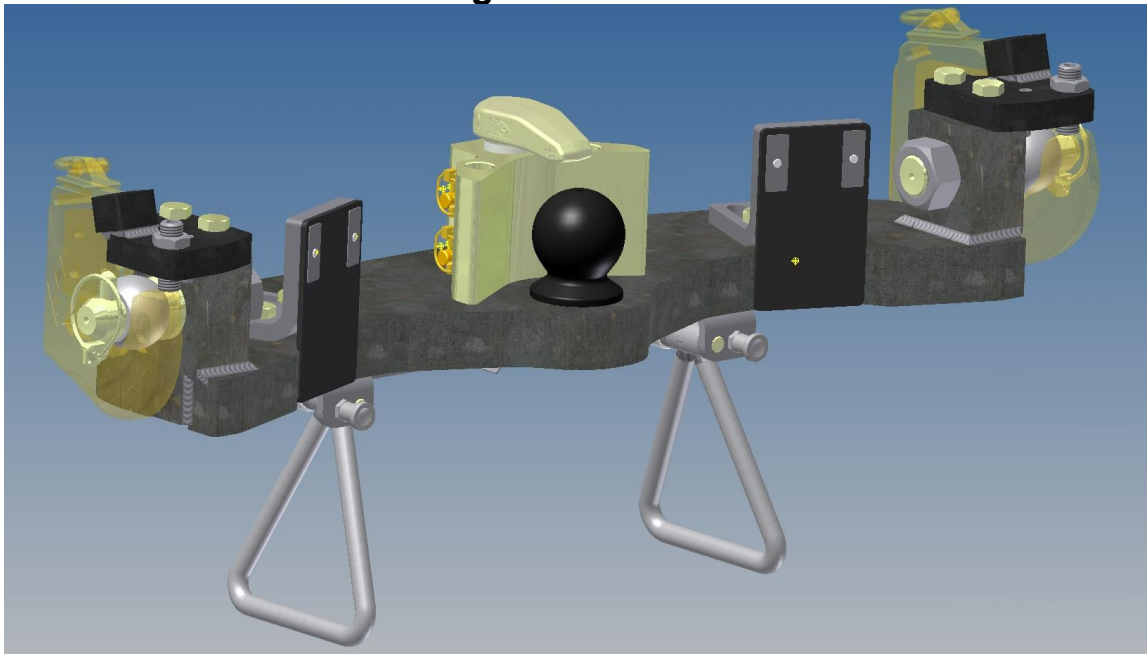

Bild 1
- > Durch die Stiftschrauben M20 und die Kontermutter kann das Spiel der Verdrehsicherung an der Traverse zum Unterlenkerhaken eingestellt werden (siehe Bild 1).
(siehe Bild 1 und Bild 2)